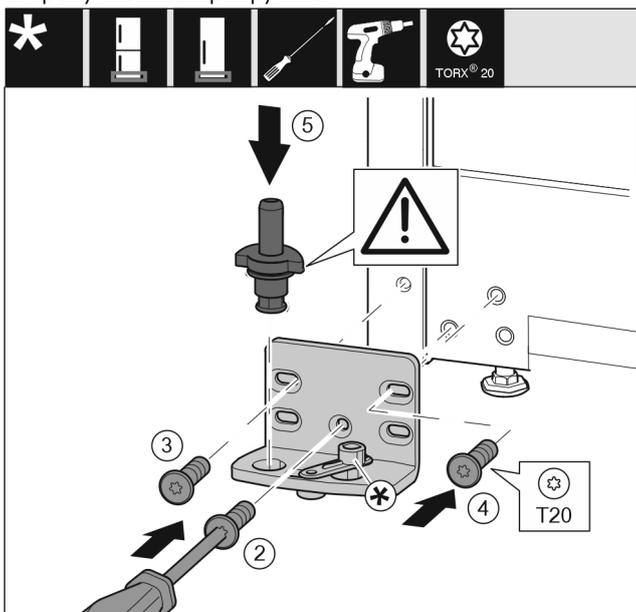

Fig. 20
- ▶ Установите опорный кронштейн с другой стороны и прикрутите с помощью отвертки. Начинайте с винта Fig. 20 (2) снизу в центре.
- ▶ Затяните винт Fig. 20 (3) и винт Fig. 20 (4).
- ▶ Снова установите опорный палец Fig. 20 (5) в сборе. При этом проследите за тем, чтобы выступ фиксатора был направлен назад.